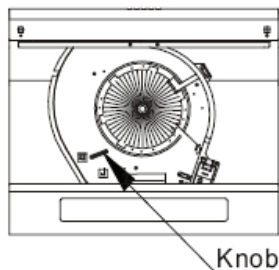

рис. 6.1
Для переключения работы вытяжки в нужный режим необходимо выполнить следующие действия (см. рис. 6.1, стр. 9):
- снимите угольный фильтр (при наличии). Вы увидите переключатель-рычажок (Кноп) (см. рис. 6.1, стр. 9).